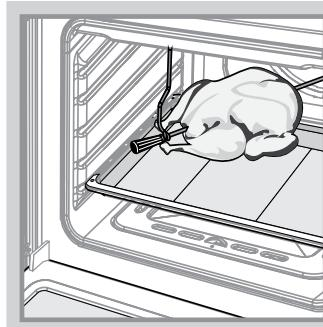

Рис.12
- Насадите на штык кусок мяса или тушку птицы (привязав крылья и ноги к тушке) и закрепите его вилками посредством крепежных винтов. Штык вертela располагается по диагонали внутри духовки. Закрепленный на штыке кусок мяса должен находиться точно под грилем (рис. 12).